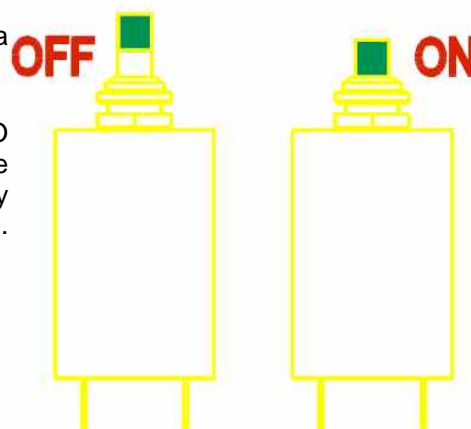

Fig. 16
- ⇒ Presione el interruptor ENCENDIDO / APAGADO firmemente y suéltelo de manera que solo se vea la parte negra del botón. Ahora el circuito de ignición está cerrado y la batería suministra corriente al sistema de ignición. (fig. 16).
- ⇒ Presione firmemente el botón del interruptor de ENCENDIDO / APAGADO y suéltelo. La parte negra del botón y la marca blanca deben quedar visibles (fig. 16), indicando que el circuito está abierto, y el motor se apagará